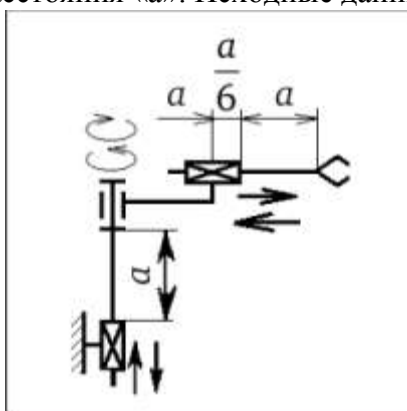

Рисунок 2. Исходные данные к практическому заданию 1.2
1.2. Произвести аналитический расчёт и графическое отображение рабочей зоны робота-манипулятора, основанного на цилиндрической системе координат. Выразить результат вычислений через переменную расстояния «а». Исходные данные рис.2.